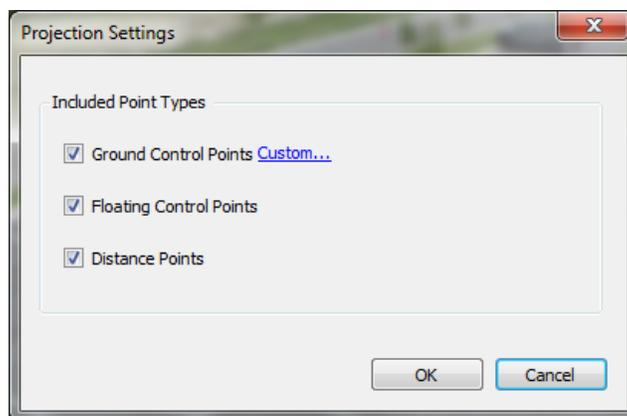

图 51 - 投影设置
3. 要选择投影内容，单击**投影...**复选框（图 50）。这将打开下面图 51 中显示的窗口，以便您进行选择。此处的投影设置为全局设置，并非用于特定组。因此，可为作业设置和保存它们，不管是作业中的控制点还是距离。浮动控制点投影和距离投影将在标记它们的组中进行，而地面控制点投影将在可行时在任何地理参考组的图像中标记。